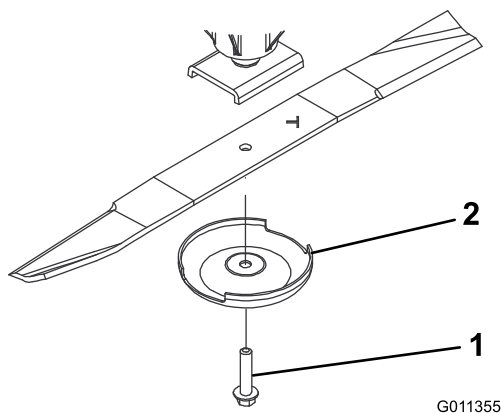

Figura 70
3. Afferrate l'estremità della lama utilizzando un panno o un guanto imbottito e rimuovete il bullone della lama, la coppa antistrappo e la lama dall'asse del fusello (Figura 70).
4. Usate la coppa antistrappo e il bullone della lama per montare la lama con la costa rivolta verso il piatto di taglio (Figura 70).